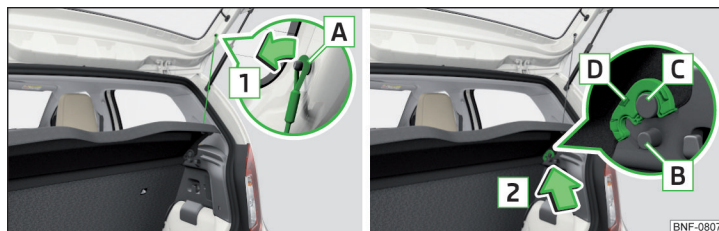

Fig. 81 Scoaterea măștii portbagajului
Dacă benzile de susținere **A** » fig. 81 sunt agățate de capota portbagajului, la deschiderea capotei se ridică și masca portbagajului (denumită în continuare doar mască).
» Rabatați în sus masca și blocați-o pe ambele laturi ale capotei portbagajului în bolțurile **B** » fig. 81.
» Rabatați masca ridicată în jos. Masca se desprinde din bolțurile **B** » fig. 81.
» Desprindeți benzile de susținere **A** de pe ambele părți ale capotei portbagajului, în sensul săgeții **1** » fig. 81.
- Poziționați elementele de prindere [D] de pe mască deasupra bolțurilor [C] » fig. 81.